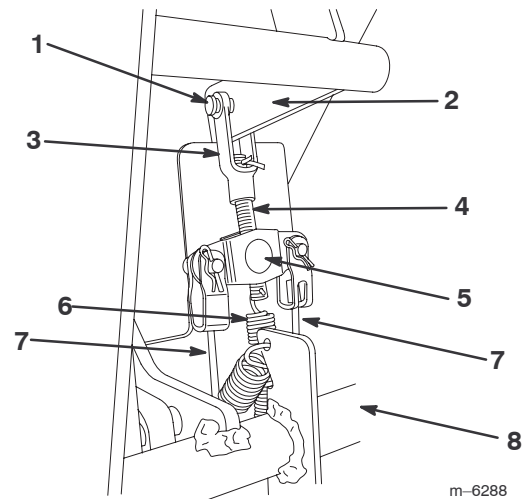

Bild 31
2. Treten Sie leicht auf das Bremspedal (44,5-67 N), bis Sie einen Widerstand spüren. Prüfen Sie den Abstand zwischen dem Bremspedal, wie in Bild 31 dargestellt, und dem Anschlag, um den Abstand zu ermitteln, um den der Bremsausgleich eingestellt werden muss.
3. Nehmen Sie den Stift ab, mit dem der Lastösenbolzen der Bremsstange befestigt ist (Bild 31).
4. Nehmen Sie die Feder vom Ende der Bremsstange ab (Bild 31).
6. Drehen Sie die Bremsstange in den Bremsausgleich ein oder heraus, um das Spiel von den Bremskabeln zu entfernen (Bild 31). Ziehen Sie die Kabel nicht zu fest an.
7. Setzen Sie die Feder in das Loch an der Bremsstange ein (Bild 31).
- Verbinden Sie den Lastösenbolzen der Bremsstange mit dem vorher entfernten Lastösenbolzen und dem Splint an der Bremsstange (Bild 31).